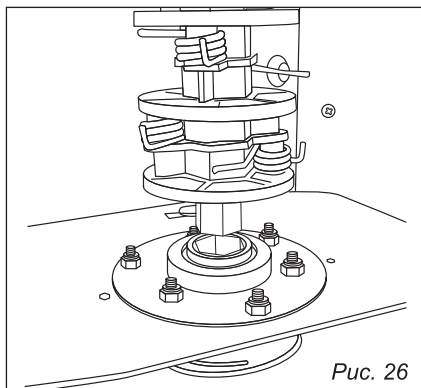

Рис. 26
4. Установите другой вал в опору совместив направляющие в левой опоре (рис. 26).